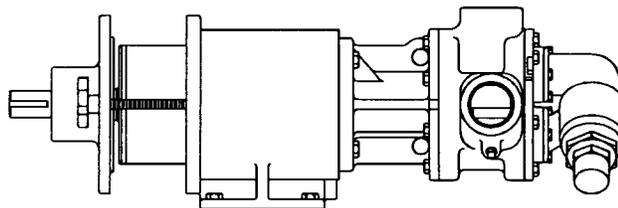

FIGURE 18
4. L'aimant externe doit être installé dans le boîtier de roulement, sinon, voir démontage et assemblage du logement de roulement. Installez les boutons de sorte que 4 pouces de filetage sortent sous le boîtier. Soutenez le logement par dessus et positionnez doucement l'aimant par dessus la boîte afin que les aimants commencent à s'engager. Desserrez uniformément les boutons. **Voir Figure 18.** Le boîtier de roulement doit avancer vers le support lorsque les boutons sont démontés.